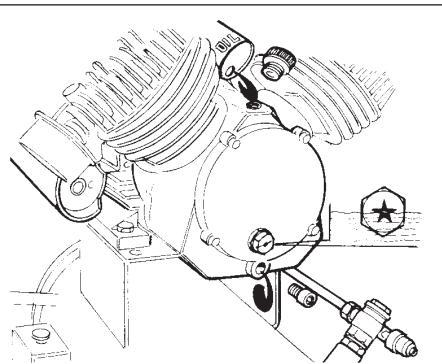
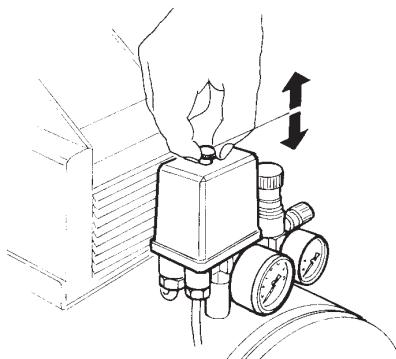

fig. 3.1
fig. 5
- controleer of de drukknop op de druckschakelaar (fig. 5) zich de rustpositie "OFF-0".
Nadat men de bovengenoemde controles heeft uitgevoerd, de stekker in het stopcontact steken en de compressor starten door de druckschakelaar-drukknop in de positie "ON-1" te zetten (fig. 5). Om de compressor niet te retten de drukknop in de positie "OFF-0" naar beneden duwen (fig. 5). Bij CHB-modellen het olieniveau door het die peil glas door controleren, de rode punt in het midden geeft het ideale niveau weer (fig. 3.1).
De compressor wordt direct door de druckschakelaar geregeld (fig. 5) die de netvoeding van de motor uitschakelt wanneer de druk in het reservoir de op de pressostaat zelf afgestemde waarde (8 bar) bereikt, en die de netvoeding weer inschakelt wanneer de druk een waarde bereikt die ca. 2 bar lager is dan de maximale toegestane druk.